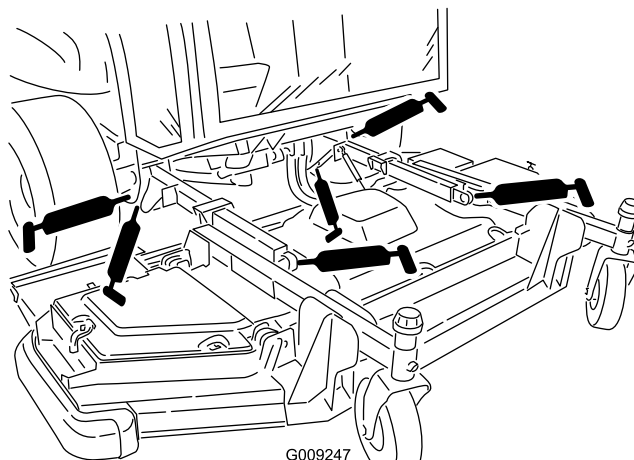

Figure 51
- Bagues de bras de relevage (2) (Figure 51).
- Rotules de bras de relevage (2) (Figure 51).
- Pivots de vérins de relevage de plateau avant (2) (Figure 51)